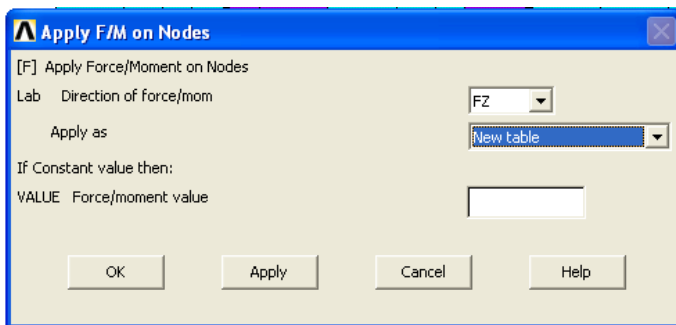

Рис. 17. Задание направления силы
**Main Menu > Preprocessor > Loads > Define Loads > Apply > Structural > Force/Moment > On node** (Сила/Момент > На узле). Выберите необходимые точки приложения силы (например, точка платы с радиоэлементом), **Ok**. Далее, в открывшемся окне, рис.17, задайте направление действия силы по оси **Z** и выберите **New Table** (Новая таблица), **Ok**.